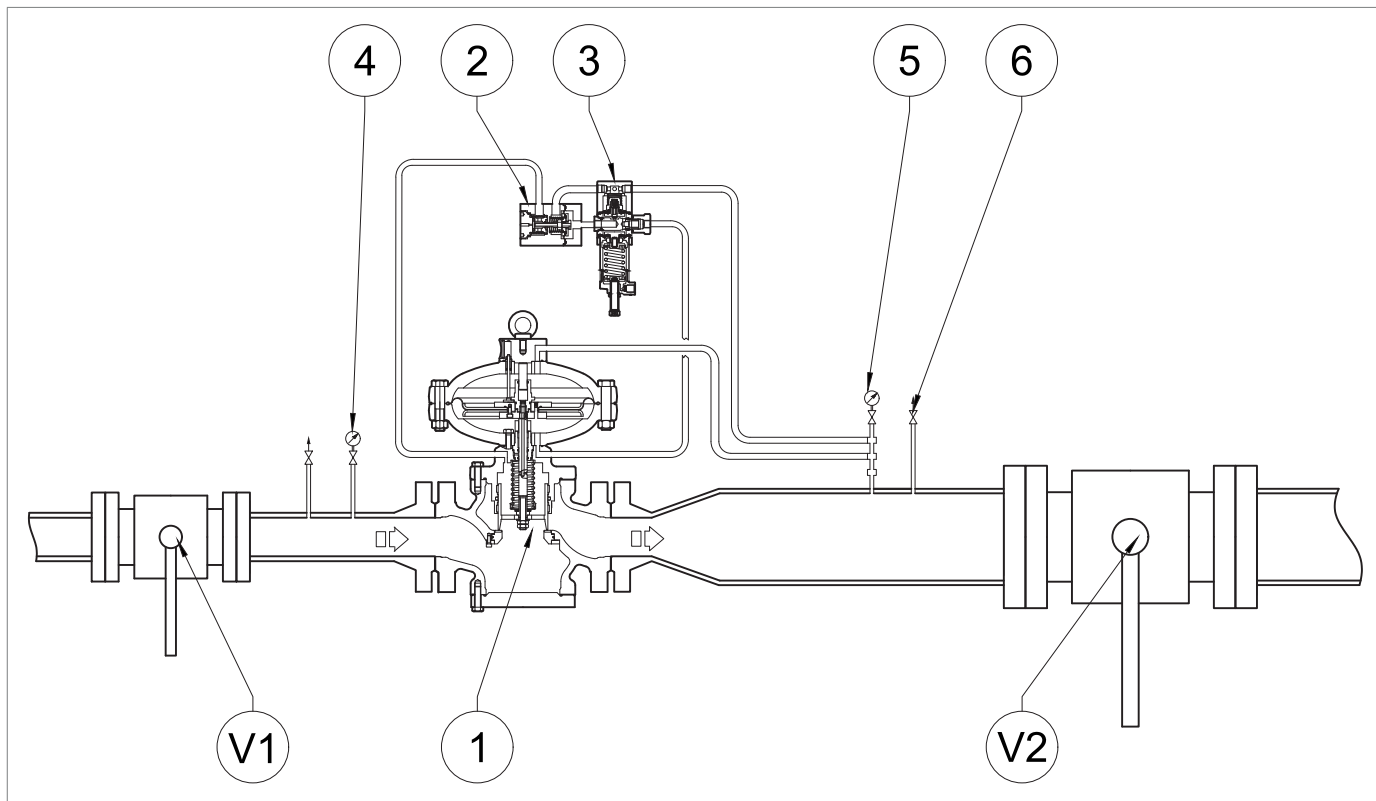

Fig. 8.29. *Messa in servizio del regolatore*
1	<p>Aumentare la pressione di valle fino al valore di intervento della valvola di blocco, agendo sulla vite di regolazione (10) del pilota (2) del regolatore principale (1), per verificare la corretta taratura.</p> <p>! AVVISO!</p> <p>Controllare la pressione facendo riferimento al manometro (Fig. 8.29, rif. 5) posto a valle del regolatore principale.</p> <p>Se la valvola di blocco:</p> <ul style="list-style-type: none"> <li>• interviene prima del valore di pressione previsto: avvitare (senso orario) la ghiera di regolazione (13) così da comprimere maggiormente la molla (11);</li> <li>• non interviene al valore di pressione previsto: svitare (senso antiorario) la ghiera di regolazione (13), così da scaricare la molla (11).</li> </ul>